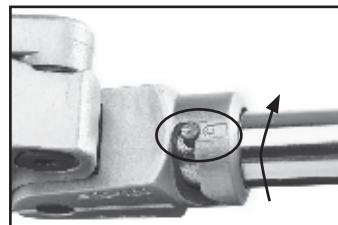

Рис. 14 – БЛОКИРОВАНО
3. Поверните рукоять каретки, так чтобы штифт переместился в положение "блокировка" (рис. 14). Проверьте, что рукоять надежно прикреплена к каретке. (Рис. 14)